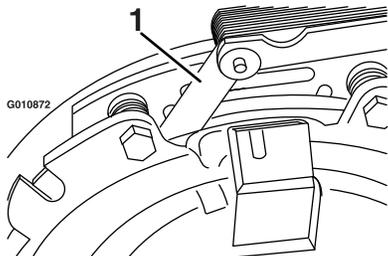
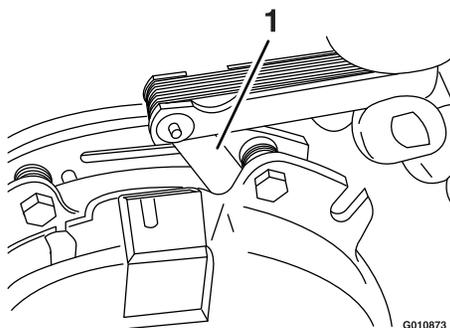

Рисунок 84
Рисунок 85
- E. Используя толщиномер на 0,25 мм, проверьте наличие зазора между поверхностями ротора и якоря на обеих сторонах тяги тормоза, как показано на Рисунок 84 и Рисунок 85.